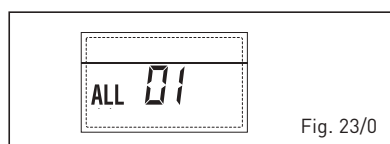

Fig. 23/0
- ANOMALIA BASSA PRESSIONE ACQUA "ALL 02" (fig. 23/1)